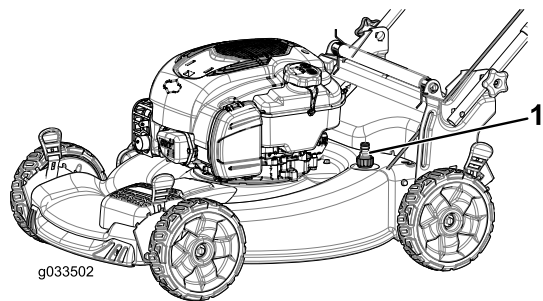

Рисунок 26
4. Присоедините садовый шланг, подключенный к источнику воды, к отверстию для промывки в корпусе машины (Рисунок 26).